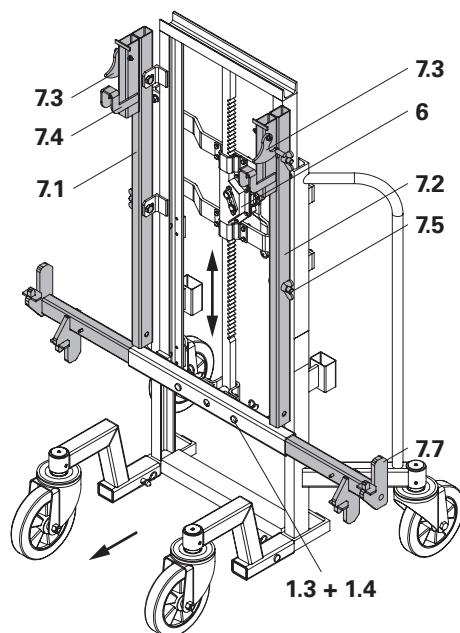

Fig. 10
(Fig. 10)
3. Pre-regolare l'altezza di presa con il verricello a cremagliera (6). (Fig. 10)